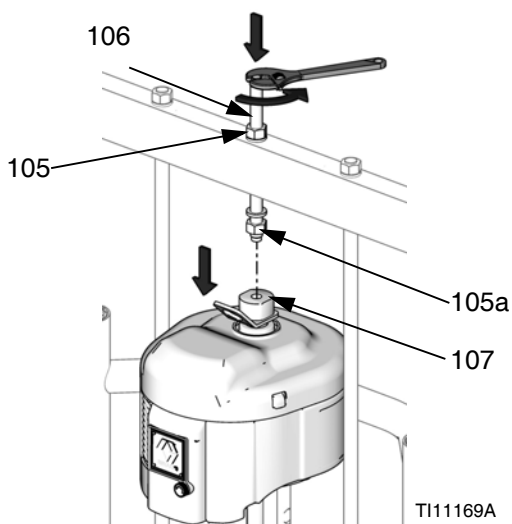

FIG. 24: NXT 2200-6500 con piastra da 200 litri (55 galloni)
- a. Per NXT 2200-6500 con piastra da 200 litri (55 galloni) (unità di alimentazione D200 7,6 cm (3 poll.) e D200s 16,5 cm (6,5 poll.): allentare il dado (105a) sotto la barra a croce. Utilizzare una chiave inglese per tenere in posizione l'adattatore dell'anello di sollevamento (107) e allentare la biella filettata (106) sulla barra a croce con un'altra chiave inglese. Vedere la FIG. 24.